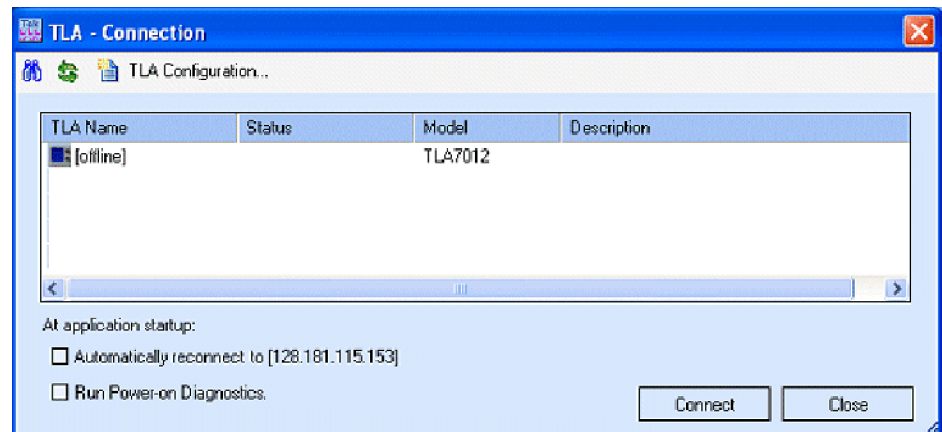

図 10: TLA Connection ダイアログ・ボックス
8. コントローラの TLA アプリケーション・アイコンをダブルクリックして、TLA アプリケーションを起動します。TLA Connection ダイアログ・ボックスが表示されます。(図 10 参照)。